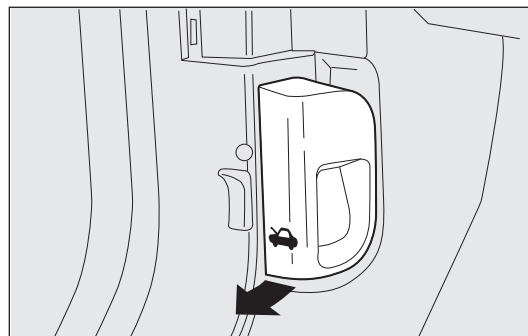

рис. 90
- потяните ручку – рис. 90 в направлении, показанном стрелкой;